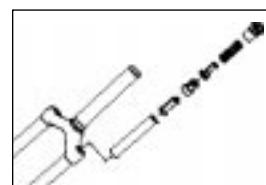

Fig. 2
- Retire el grupo de muelles (caperuza superior, muelle helicoidal, ajustador de tarado de muelles, espaciador de uretano, espaciador de MCU y elastómero). (Ver Fig. 2)